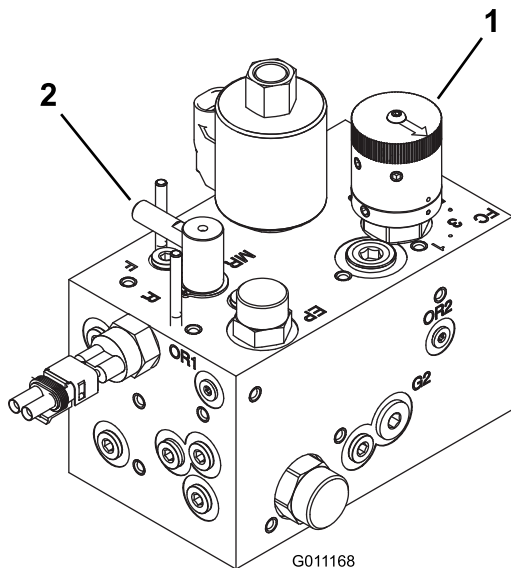

Figura 50
3. Rotii butonul de control al vitezei cilindrului (Figura 50) la valoarea vitezei cilindrului determinată la pasul 1.